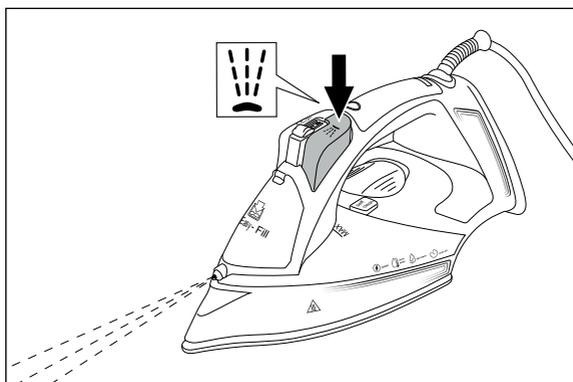

Fig. 8
- Tryk på knappen til sprayfunktionen  **5** (se fig. 8).